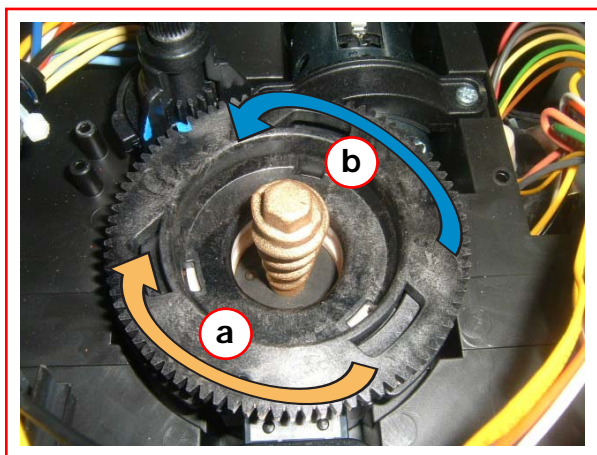

fig.1
- 1) Appuyer sur l'axe (rep.1 / fig.2) et tourner la bague (rep.2 / fig.2) dans le sens des aiguilles d'une montre (fig.1 / a) jusqu'à ce que les broyeurs soient complètement fermés (NE PAS FORCER).
- 2) Tourner ensuite la bague dans le sens inverse des aiguilles d'une montre (fig. 1 / b) de sorte que les deux points bleus (sur la bague supérieure et sur le bouton de mise en marche) soient l'un en face de l'autre (rep. 3 / fig.2).